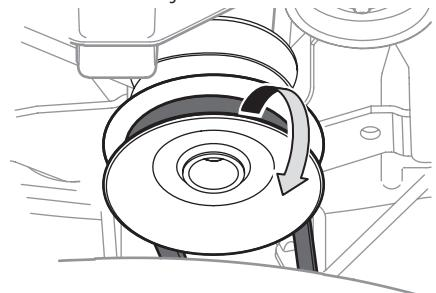

Figure 29
4. Dégagéz la courroie de la prise de force de la poulie motrice du tracteur. Voir la Figure 29.
3. Dégagéz la courroie de la poulie d'entraînement de la p. d. f., comme à la Figure 29. Roulez un côté de la courroie pour la dégager de la poulie, puis continuez jusqu'à ce qu'elle soit complètement dégagée de la poulie.
9. Faites passer la courroie du plateau de coupe dans le support du guide de courroie, puis sur la poulie d' entraînement de la prise de force comme à la Figure 29.